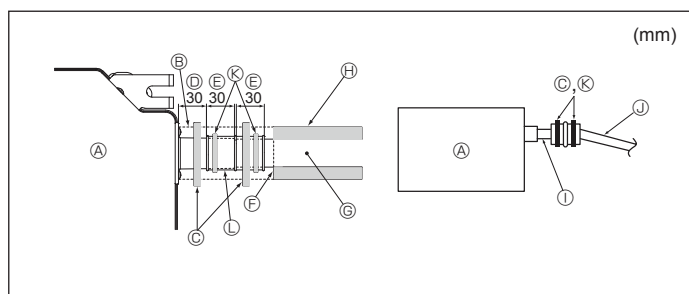

Fig. 3-5
- ① TUBE PVC D.E. \varnothing 38 pour la mise en place groupée des tuyaux. (Isolation de 9 mm minimum)
- ② Jusqu'à 850 mm
1. Raccordez la prise d'écoulement (fournie avec l'appareil) à l'orifice de drainage. (Fig. 3-5)